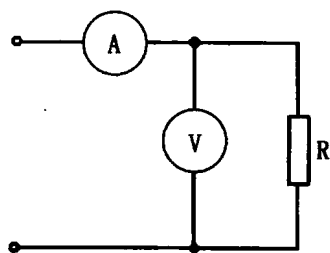

图 1-2
(2) 安伏法：将电压表接在电流表的后面，即电压表与被测电阻并联，这种接法，称为“安伏法”，见图 1-2。这种接法适用于测小电阻，因为它测出的电流为电压表内阻与电阻 R 的分流之和。显然，只有当被测电阻 R 小于电压表内阻时，这种测量方法所产生的误差才较小。